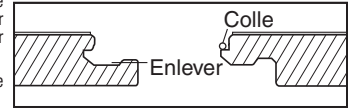

Figure 15
• À l'aide d'un rabot ou d'un couteau à raboter, réduisez le rebord de la rainure. (Figure 15)